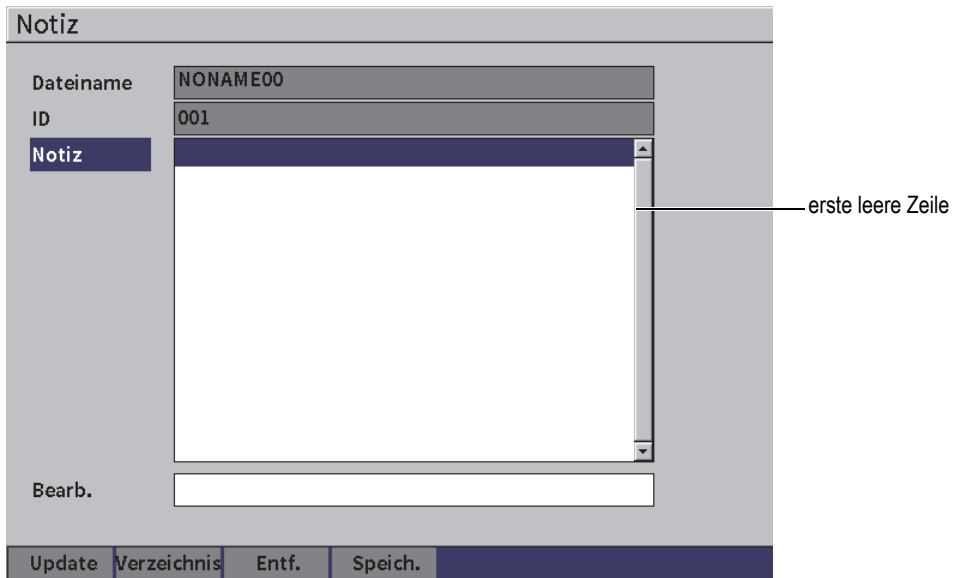

Abbildung 9-22 Konfigurationsfenster Notiz — Eingefügte Information
2. Drehen Sie den Drehknopf, um bis zur ersten leeren Zeile zu scrollen (siehe Abbildung 9-22 auf Seite 149).